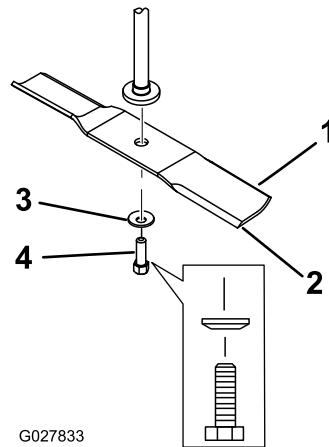

Bild 54
2. Nehmen Sie die Messerschraube, Wellenscheibe und das Messer von der Spindelwelle ab (Bild 54).
- Setzen Sie das Messer auf die Spindelwelle (Bild 54).
- Setzen Sie die Wellenscheibe (Kappenseite zum Messer) und die Messerschraube ein (Bild 54).